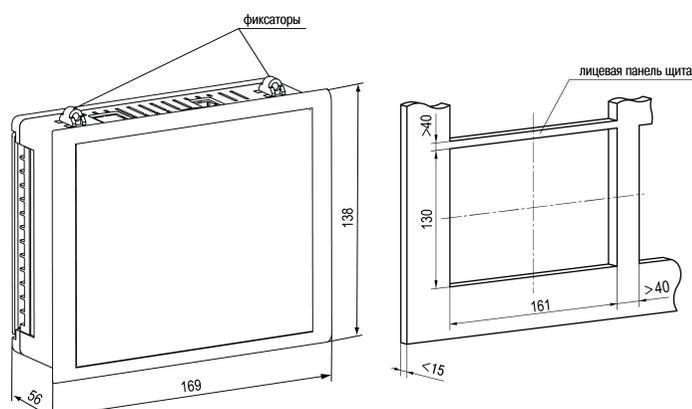

Рисунок 7.2 – Габаритные размеры корпуса Щ7
1. Подготовить на щите управления монтажный вырез для установки прибора (см. рисунок 7.2).